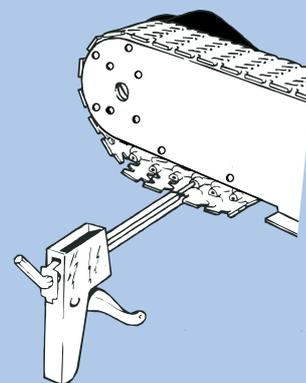

Abbildung 4. Einsatz des Kettenmontagezanges
5. Den Stahlbolzen mit der Kettenmontagezange einsetzen. (Abbildung 4.)